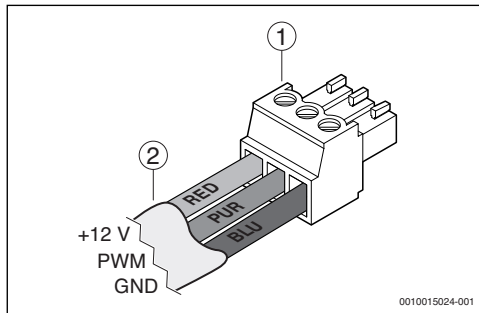

Bild 4
- ▶ LiYY-Kabel mit drei verschiedenen Litzefarben wählen und jeweils die Anschlüsse BLU, PUR und RED an Bedieneinheit (→ Bild 1) und Stecker (→ Bild 4) mit Litze der gleichen Farbe verbinden.